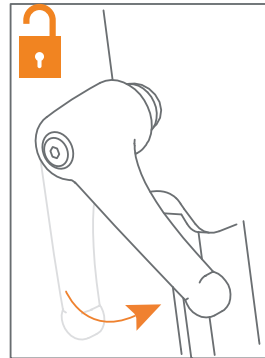
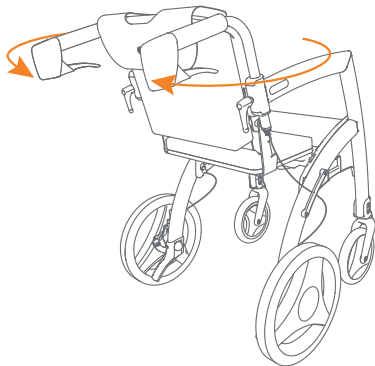
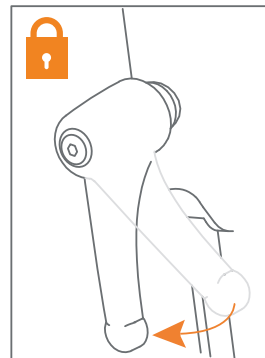

Figura 36: Apriete la maneta de ajuste.
Figura 37: Girar empuñaduras.
Figura 38: Apriete la maneta de ajuste.
- Desenrosque las manijas de ajuste en sentido contrario a las agujas del reloj (**Figura 36**) y gire las manijas hasta que apunten directamente hacia atrás (**Figura 37**). Ajuste la altura correcta para el empujador y apriete las manijas de ajuste en el sentido de las agujas del reloj (**Figura 38**). Véase también Ajuste de la altura para la posición correcta.